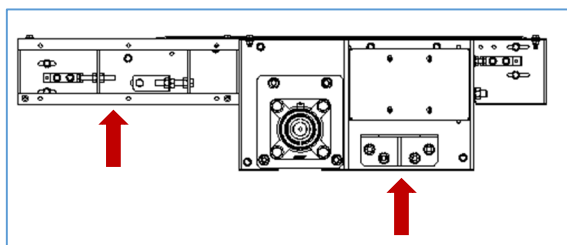

Figura 44 – Esempio di posizionamento dei cavalletti
5. Eseguire tutti i controlli necessari, sollevare il nastro trasportatore e posizionarlo delicatamente sui supporti di lavoro (vedi esempio Figura 44).